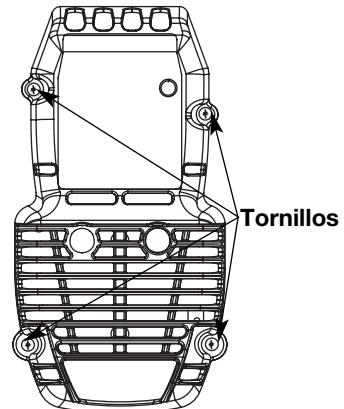

Fig. 17
1. Saque los cuatro (4) tornillos que sostienen la cubierta del silenciador / filtro de aire (Fig. 17). Use un destornillador de vástago plano o de broca Torx N° T20.
- Inserte los cuatro (4) tornillos en los orificios de la cubierta del silenciador / filtro de aire (Fig. 17) y ajústelos. No los ajuste demasiado.
- Reinstale la tapa del filtro de aire / silenciador (Fig. 17).